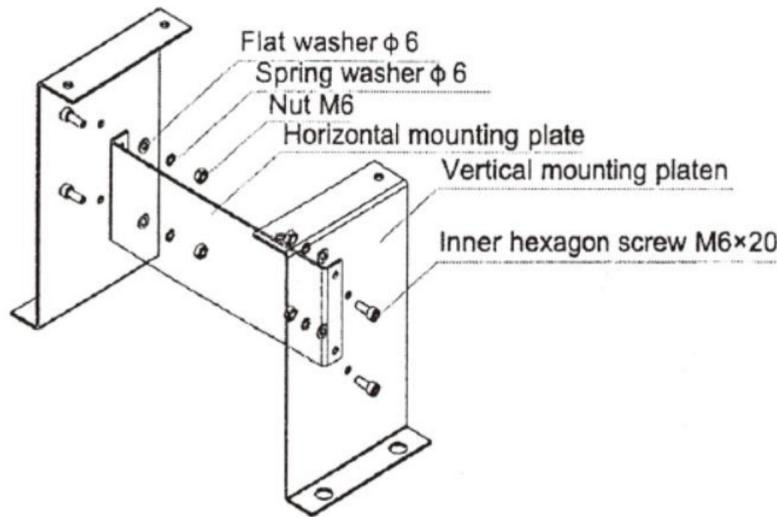

Figure 5
a) Démontez le boîtier en plastique du moteur principal avant l'installation et conservez correctement les fixations appropriées ; b) Si vous sélectionnez la base de montage amovible, la base doit d'abord être assemblée comme indiqué sur la figure 5 :